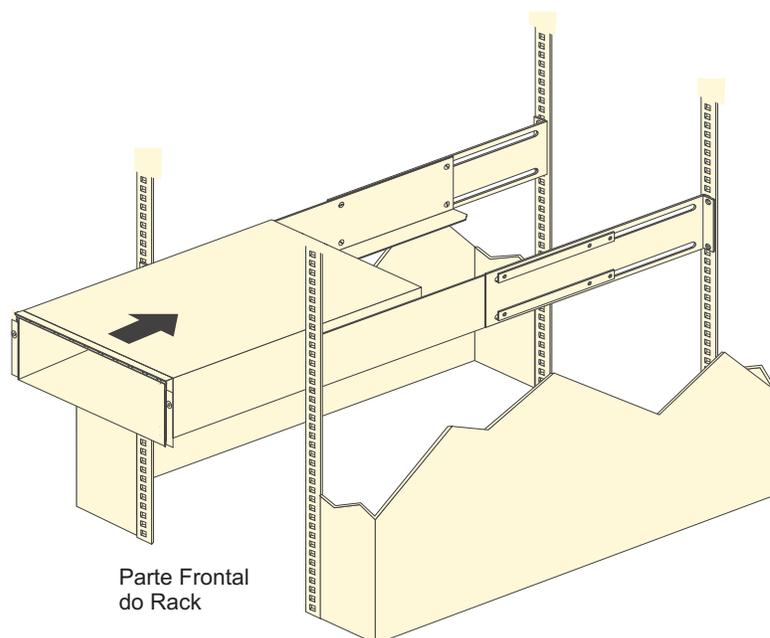

Figura 12. Instalando o EXP5000
- b. Com a ajuda de outra pessoa, coloque a parte posterior do gabinete de expansão de armazenamento nos trilhos de suporte e, em seguida, deslize a unidade no rack conforme mostrado na Figura 12.